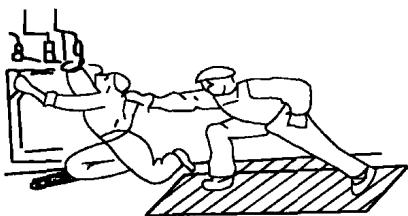
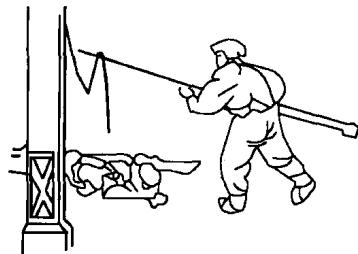

图 1-4 将触电者拉离电源
图 1-5 将触电者身上的导线挑开
1) 使触电者尽快脱离电源。如果触电现场远离开关或不具备关断电源的条件，救护者可站在干燥的木板上，用一只手抓住触电者干燥的衣服将其拉离电源，如图 1-4 所示。也可用干燥的木棒、竹竿等将导线从触电者身上挑开，如图 1-5 所示。